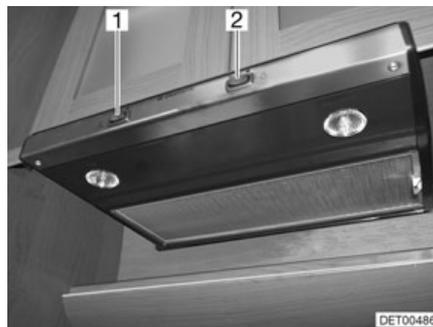

Fig. 207 Campana
- Conectar y desconectar la campana con el interruptor (Fig. 207,1).
- Conectar y desconectar las luces de la cocina con el interruptor (Fig. 207,2).